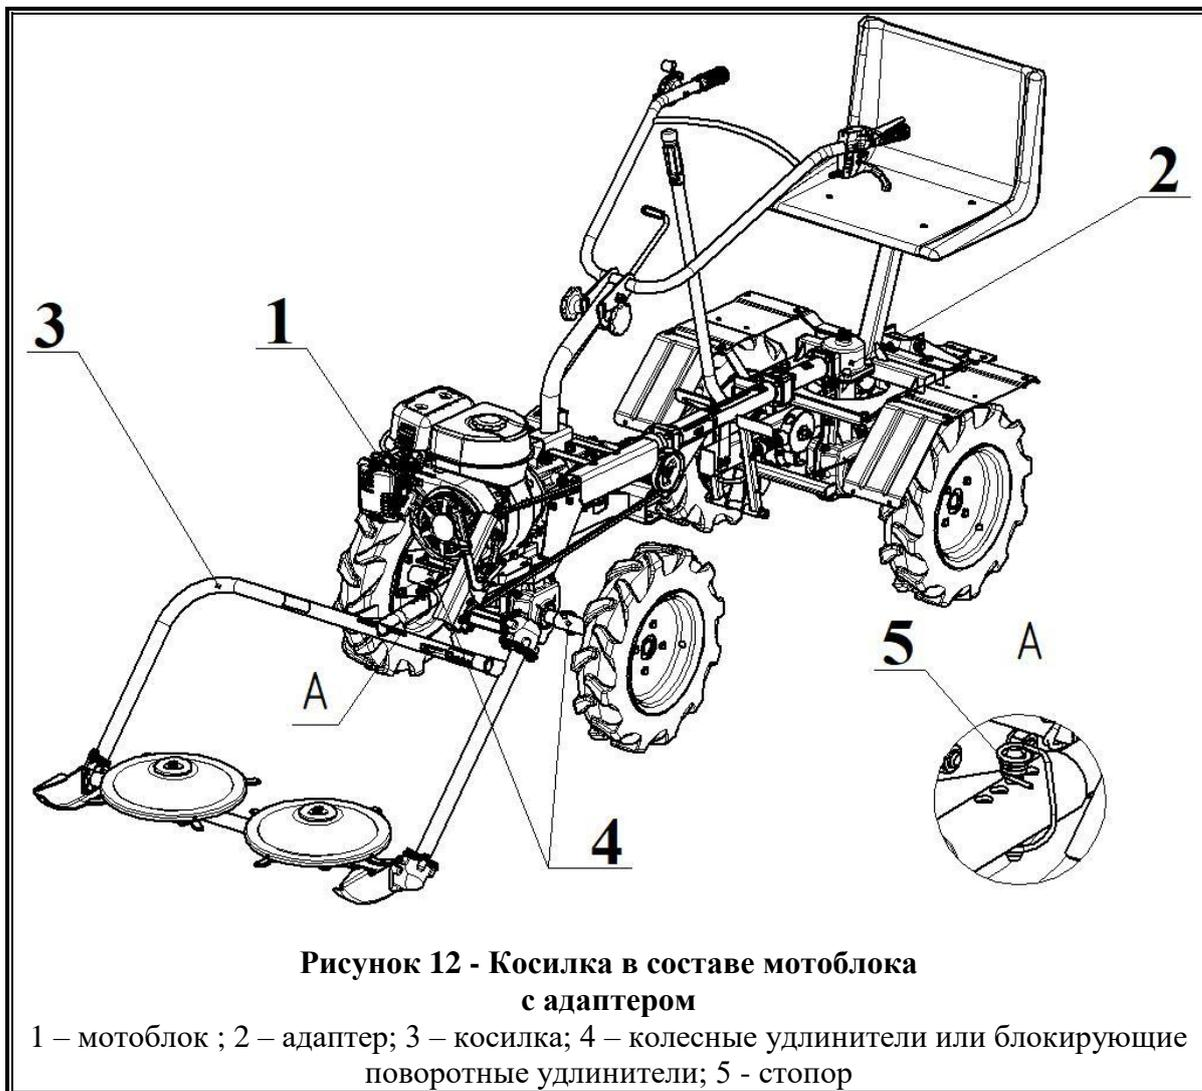

**Рисунок 10 – Установка защитного щитка на мотоблок**
2.11 Установите защитный щиток 2 (рисунок 10).